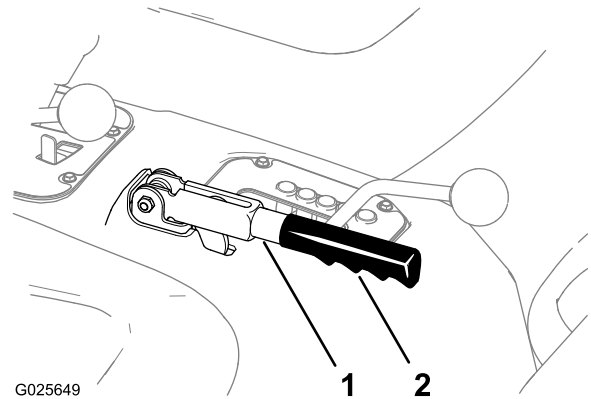

Figura 79
1. Retire la empuñadura de goma de la palanca del freno de estacionamiento (Figura 79).
5. Instale la empuñadura de goma en la palanca del freno de estacionamiento (Figura 79).